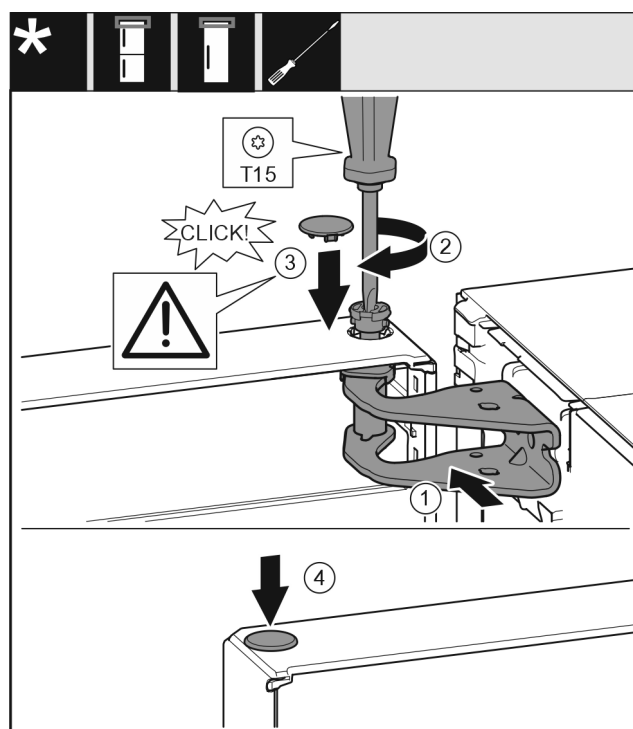

Fig. 21
- ▶ Allineare la porta superiore all'apertura nella staffa di supporto Fig. 21 (1).
- ▶ Inserire i perni Fig. 21 (2) e stringerli con un cacciavite.
- ▶ Inserire la copertura Fig. 21 (3).
- ▶ Controllare che la copertura Fig. 21 (3) poggi sulla porta.
- ▶ Inserire la copertura Fig. 21 (4).